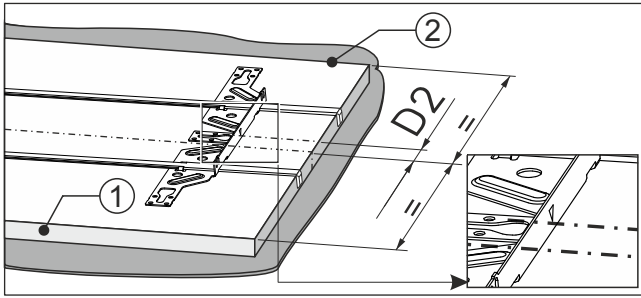

Fig. 97
- Позначки кріпильної траверси розташовані по маркуванню Fig. 97 (D2).